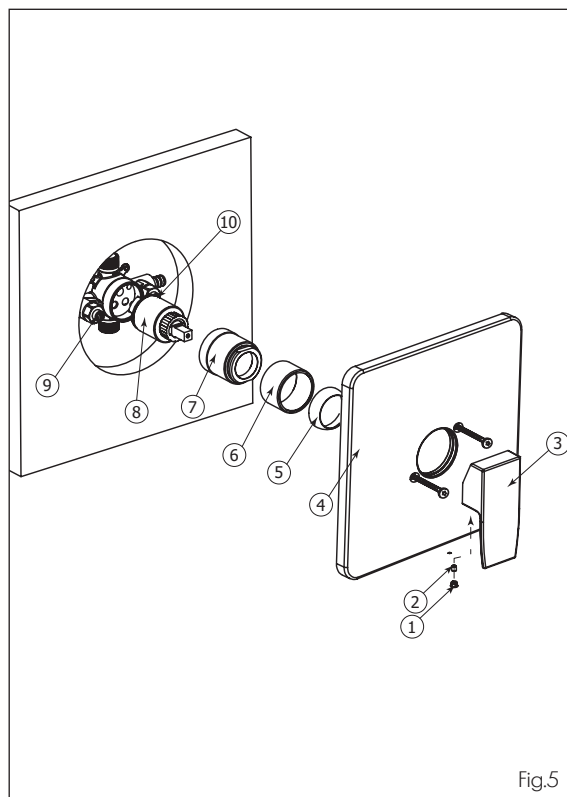

Fig.5
Remove all the components from (1) to (6). (See Fig.5). Afterwards, shut off the 2 check valves (9) & (10) by turning them clockwise with a screwdriver. Unscrew the cartridge holder (7) and remove the cartridge (8).
Démonter toutes les composantes de (1) à (6) Voir Fig.5). Ensuite, fermer les deux valves d'arrêt (9) & (10) en les tournant dans le sens des aiguilles d'une montre avec un tournevis. Dévisser le manchon de valve (7) et enlever la cartouche (8).